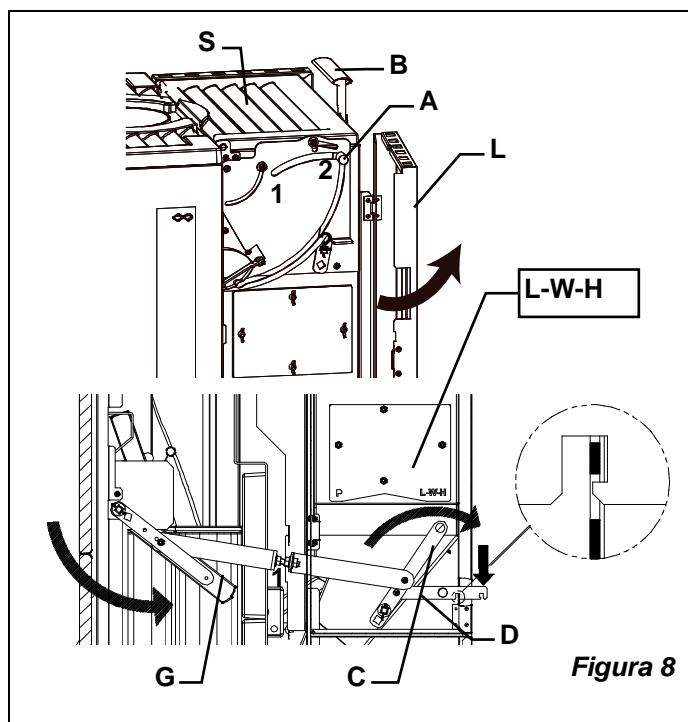

Figura 8
- 1) Aprire lo sportello laterale di accesso agli organi meccanici (L Figura 8) se la leva (C) è già nella posizione **L-W-H** (LEGNA-WOOD-HOLZ) andare al punto 3);
- 2) sbloccare la leva (C) alzando il chiavistello (D), spingerla verso la parte **posteriore** della stufa nella posizione contrassegnata con le **lettere L-W-H** (LEGNA-WOOD-HOLZ) e bloccarla con il chiavistello (D) (Figura 8), griglia (G) in ghisa sollevata;
- 3) verificare che lo sportello del serbatoio di caricamento del pellet (S) sia chiuso e bloccato dalla maniglia (B) (Figura 8);
- 4) chiudere lo sportello laterale (L) di accesso agli organi meccanici.
Mediante la leva di commutazione LEGNA-PELLET nella posizione "L-W-H" (Figura 8 pos.C) è possibile bloccare il naturale scivolamento del pellet nel bruciatore.